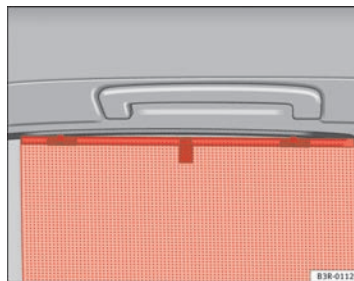

Fig. 100 Store à enroulement au niveau d'une porte arrière
- Tirez le store et accrochez-le aux crochets situés sur la partie supérieure du cadre de porte ⇒ fig. 100. ■